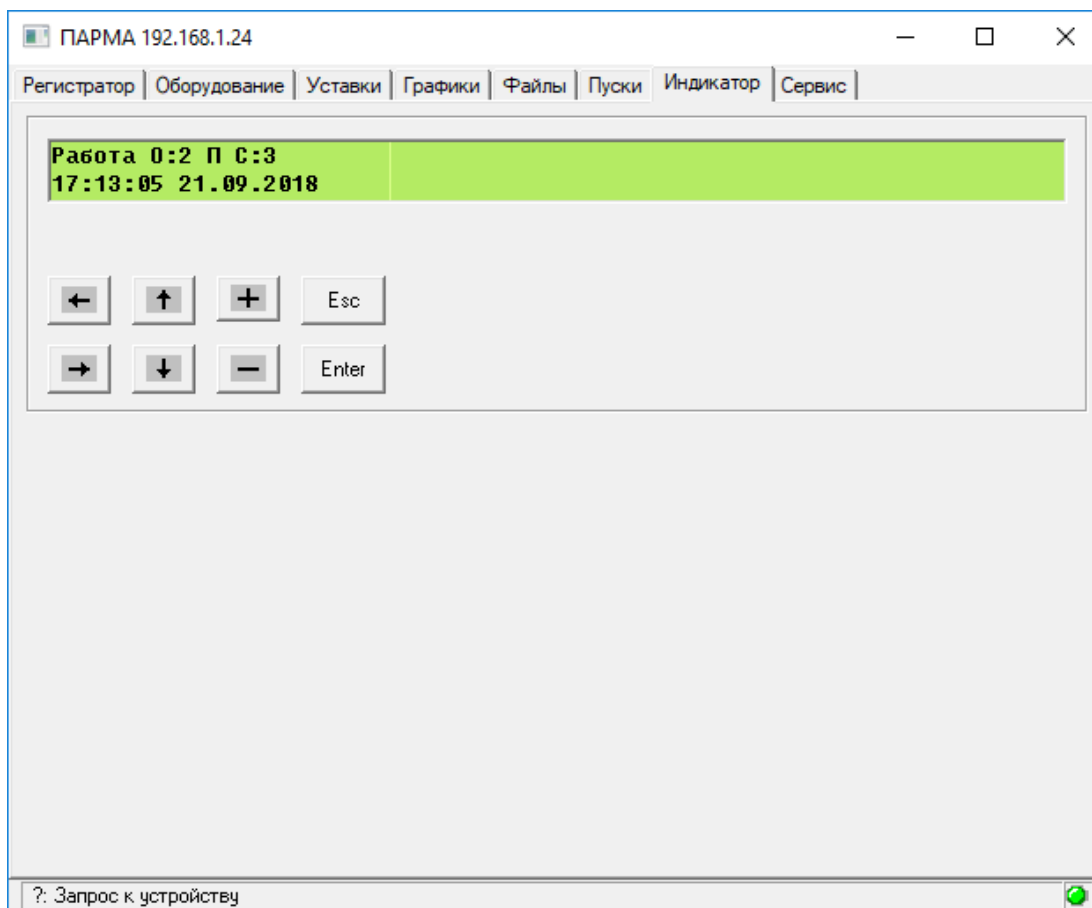

Рисунок 23 – Окно вкладки «Индикатор»
- Рисунок 23 – Окно вкладки «Индикатор»